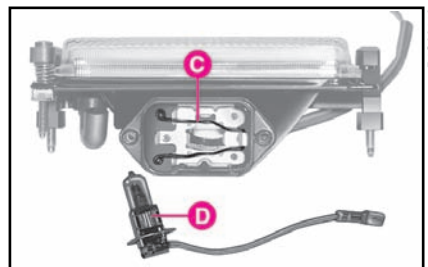

fig. 24
3) desenganche el muelle **C-fig. 24** y saque la lámpara **D**;